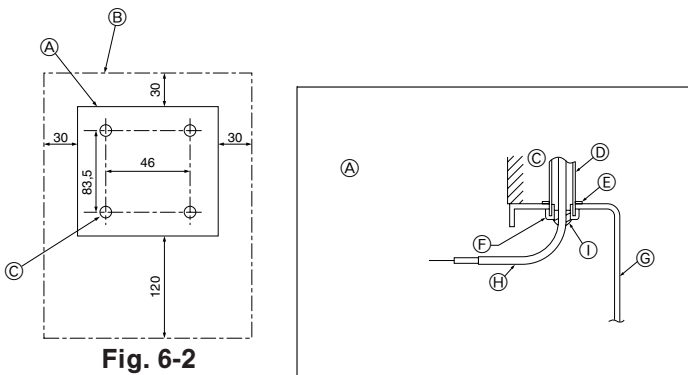

Fig. 6-2
(1) Επιλέξτε το σημείο τοποθέτησης του τηλεχειριστηρίου. (Fig. 6-2)